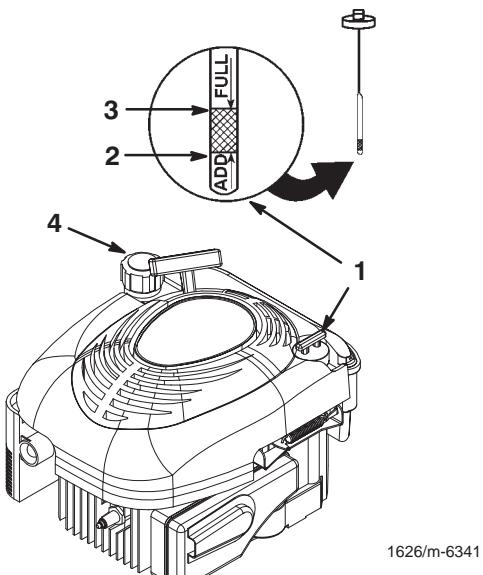

Figure 5
Avant chaque utilisation, vérifiez que le niveau d'huile arrive entre les repères maximum (Full) et minimum (Add) de la jauge (Fig. 5).
2. Nettoyez la surface autour de la jauge (Fig. 5).
6. Volez le niveau d'huile indiqué par la jauge (Fig. 5).
1. Nettoyez la surface autour du bouchon du réservoir de carburant (Fig. 5).